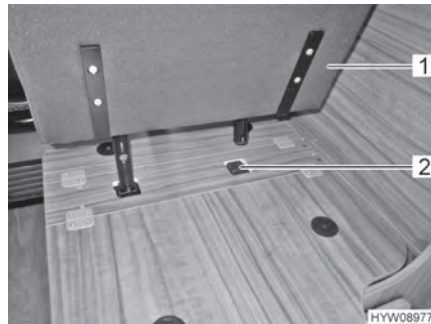

Bild 16 Sätt i den hopfällbara stolen i hållaren
- Sätt den hopfällbara stolen (Bild 16,1) i hållaren (Bild 16,2).